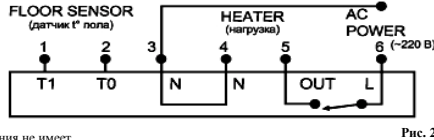

Рис. 2
- В пружинных гнездах клеммника (рис.2) синего цвета №1 (Т1) и №2 (Т0) зафиксорируйте (при помощи конусов желтого цвета) концы соединительных проводов датчика t пола.